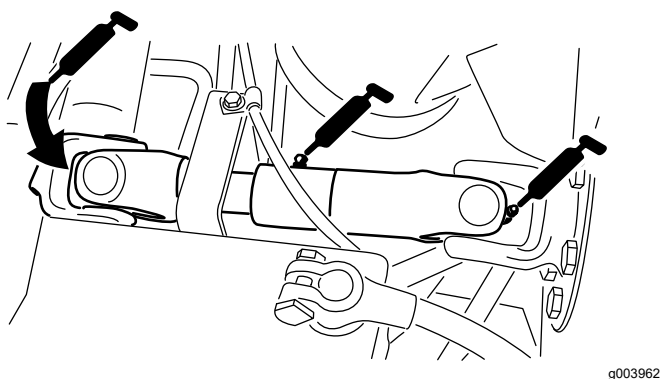

Figura 66
- Junta universal do eixo de transmissão da bomba (3) (Figura 66)